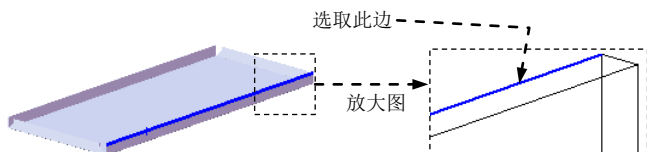
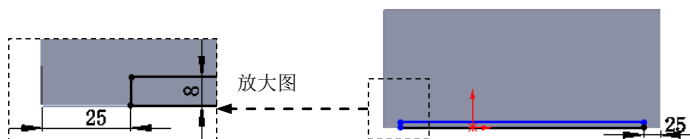

图 17.9.19 定义特征的边线
图 17.9.20 横断面草图
(2) 定义特征的边线。选取图 17.9.19 所示的模型边线为生成的边线法兰的边线。
(3) 定义法兰参数。在 **角度(G)** 区域的 文本框中输入角度值 90.0。在 **法兰长度(L)** 区域的下拉列表中选择 **给定深度** 选项, 输入深度值 8.0。在此区域中单击“内部虚拟交点”按钮 。在 **法兰位置(N)** 区域中单击“折弯在外”按钮 .
(4) 单击 按钮, 完成边线-法兰 5 的初步创建。
(5) 编辑边线-法兰 5 的草图。在设计树的 **边线-法兰5** 上右击, 在系统弹出的快捷菜单中单击 命令, 系统进入草图环境。绘制图 17.9.20 所示的横断面草图。退出草图环境, 此时系统完成边线法兰 5 的创建。